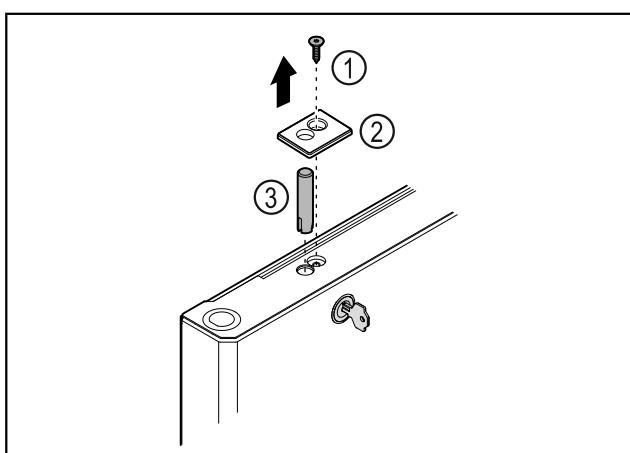

Fig. 42
- ▶ Odstráňte skrutku Fig. 42 (1).
- ▶ Odistite kryt Fig. 42 (2) malým skrutkovačom a odoberte ho.
- ▶ Vytiahnite čap zámku Fig. 42 (3).